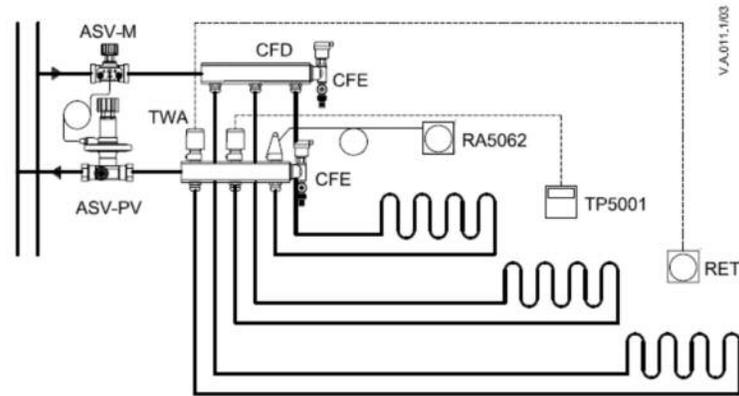

Рис. 3. Установка клапанов типов ASV-PV и ASV-M перед коллектором системы напольного отопления.
- от 20 до 40 кПа (двухтрубные стояки систем водяного отопления зданий повышенной этажности; отдельные ветви систем холодоснабжения фэнкойлов; системы внутриспольного отопления) (рис.3);